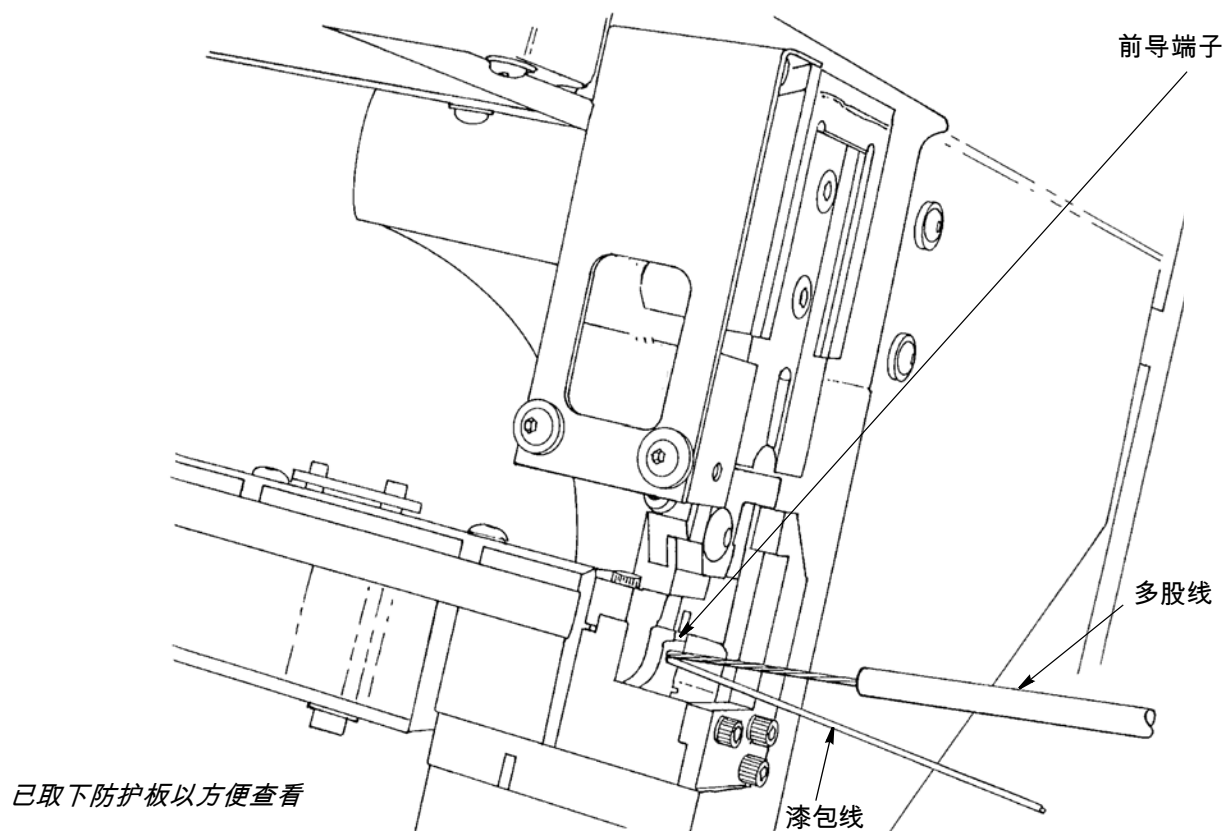

图 16
2. 在端子进入“目标区域”后，将漆包线或多股线和漆包线的组合放入如图 16 所示的位置，使得漆包线朝向端子的前下方。
4. 将导线放在“目标区域”内，并与端子对齐。参见图 16。使用多股线和漆包线时，按图 16 所示的方式放置多股线和漆包线。拼接两根或三根漆包线时，可任意设置漆包线之间的相对位置。压接过程中，压接工具会自动将其并排放置在端子底部。